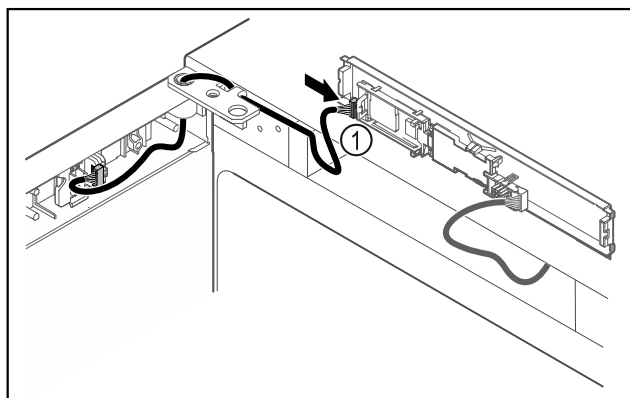

Fig. 40
- ▶ Collegare il connettore Fig. 40 (1) sulla scheda.